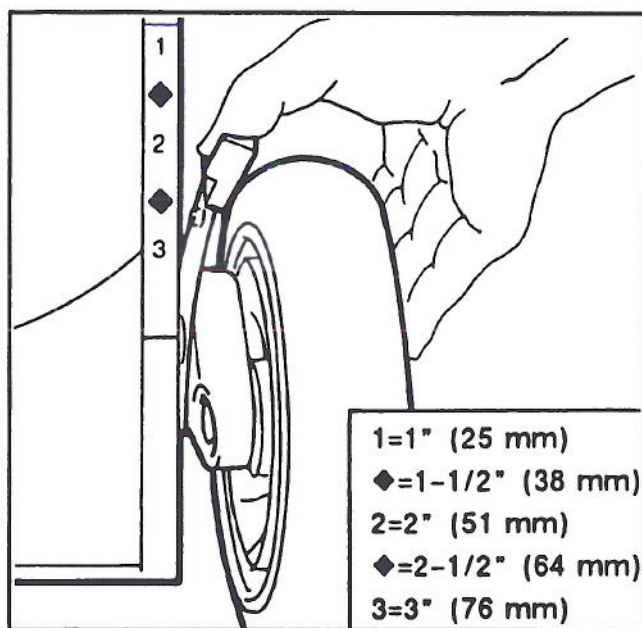

Figure 12
2. Afin de faciliter le réglage, soulevez le carter-sans mettre les mains sous la plaque – de manière à ce que la roue ne touche plus le sol. Serrez le levier de réglage vers la roue et déplacez à l'ajustement désiré (fig. 12). Assurez-vous que la cheville du levier de réglage s'engage dans l'encoche du carter. Réglez toutes les roues à la même hauteur.